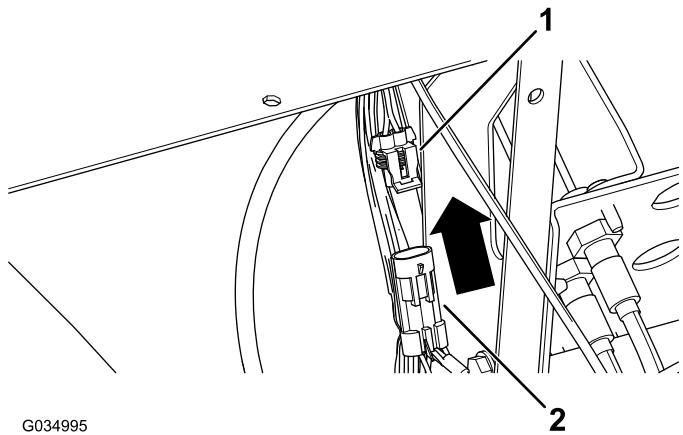

Figure 12
8. Branchez le câble d'alimentation des options dans la prise d'alimentation des options sur le faisceau de câblage de la machine (Figure 12).